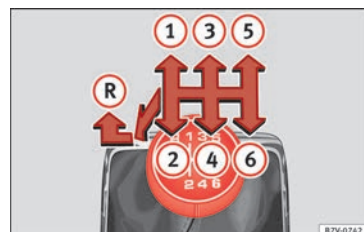

Bild 47 Växlingsmönster för 6-växlad manuell växellåda
» bild 47.
- När växelspaken är i neutralläge, tryck den uppåt, flytta den till höger så långt det går och sedan framåt för att välja back » bild 47 **R**.